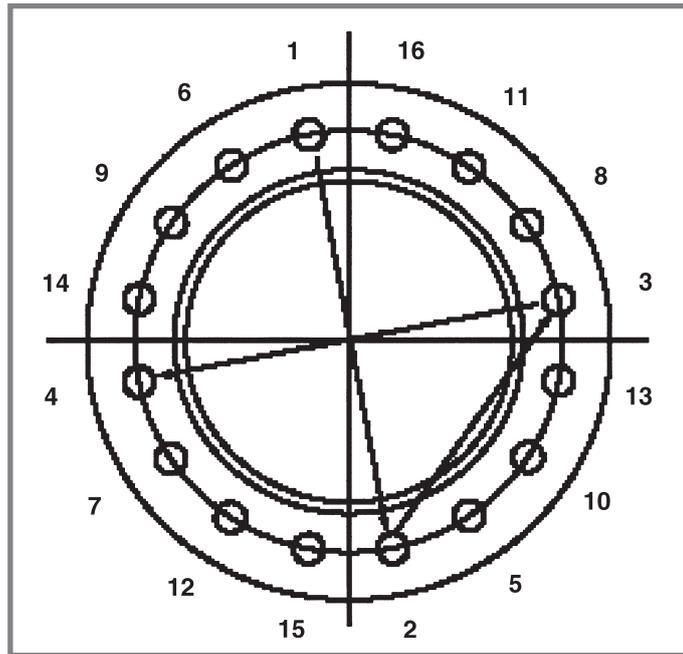

Fig. 16
6.3.3 Quando si sostituisce o si collega la testata dello scambiatore occorre applicare ai tiranti la coppia indicata nella tabella 1. I valori di coppia sono per superfici, dadi e bulloni lubrificati. Il serraggio deve avvenire in modo uniforme ed agendo sui bulloni diametralmente opposti come illustrato nella Fig. 16.